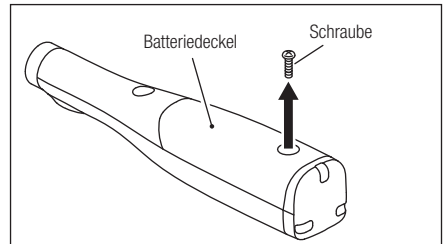

Abb. 14
- 3) Entfernen Sie die Befestigungsschraube des Batteriedeckels mit einem Kreuzschlitzschraubendreher. (Abb.14)